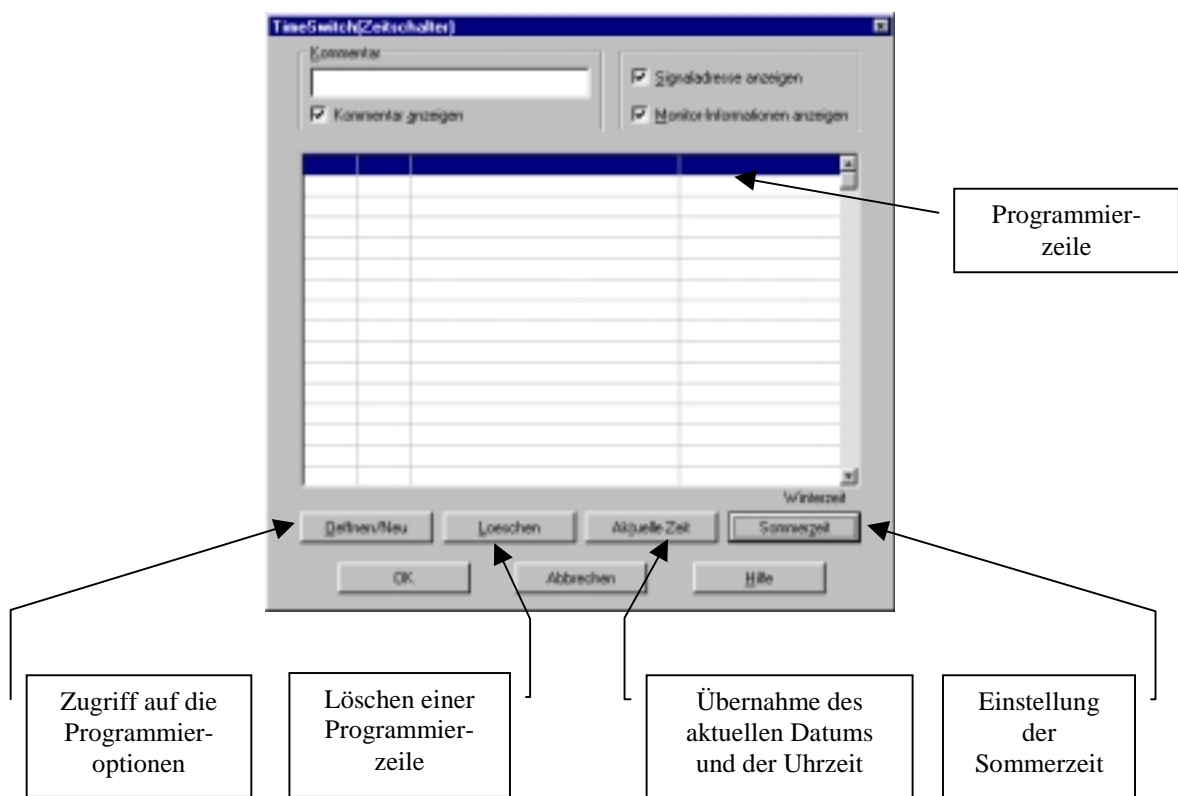
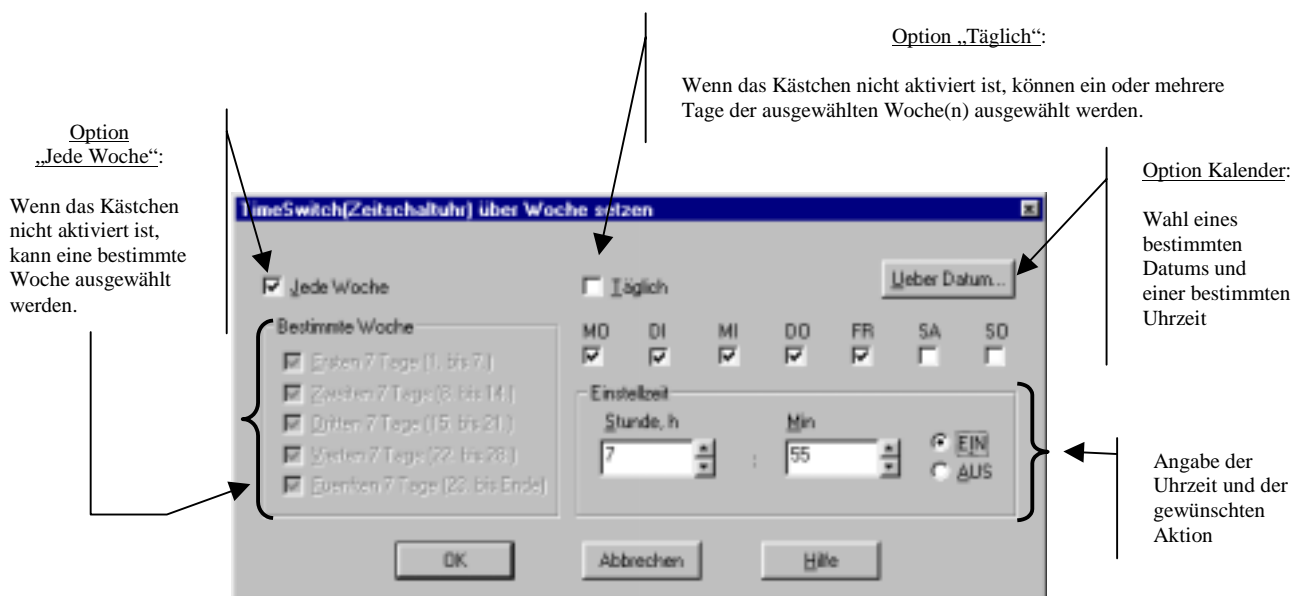

Abb. 1.40
Abb. 1.41
Auf den **TIME SWITCH**-Block doppelklicken, welcher mit dem **UND**-Block verbunden ist (Nr. **B04** in unserem Beispiel). Das erscheinende Dialogfeld (Abb. 1.40) enthält mehrere Menüs.
1. Im Dialogfeld gemäß Abb. 1.40 auf die Schaltfläche **Öffnen/Neu** klicken. Das entsprechende Dialogfeld (Abb. 1.41) bietet drei Programmtypen an:
2. Die Angabe in Abb. 1.41 in das Dialogfeld übertragen, damit der Zeitschalter **jeden Monat montags bis freitags um 7 Uhr 55** ein **ON**-Signal ausgibt.